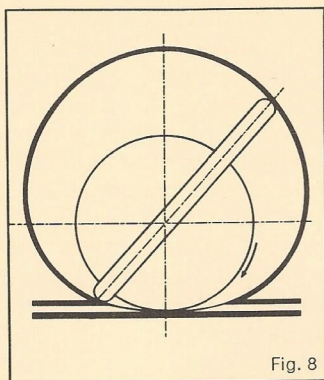

Fig. 8
Alotham et Franchot présentent un compresseur à palettes caractérisé par un boisseau tournant se mouvant à l'intérieur d'une cycloïde. C'est la première fois que l'on obtient un rapport 1 à 2 et un frottement à glissement remplaçant l'engrènement rotatif de Galloway (figure 8).
*Alotham and Franchot presented a vane compressor comprising a vane rotating inside a cycloidal housing. This was the first time a 1 / 2 ratio, and slip-type friction replacing Galloway's rotary gear, were achieved. (Fig. 8).*
Alotham und Franchot bauen einen Flügelkompressor, der mit einem Drehschieber versehen ist, welcher sich im Innern einer Zykloide bewegt. Hier wurde zum ersten Mal ein Verhältnis 1 zu 2 benutzt sowie Gleitelemente, die den Zahneingriff von Galloway ersetzten (Abb. 8).